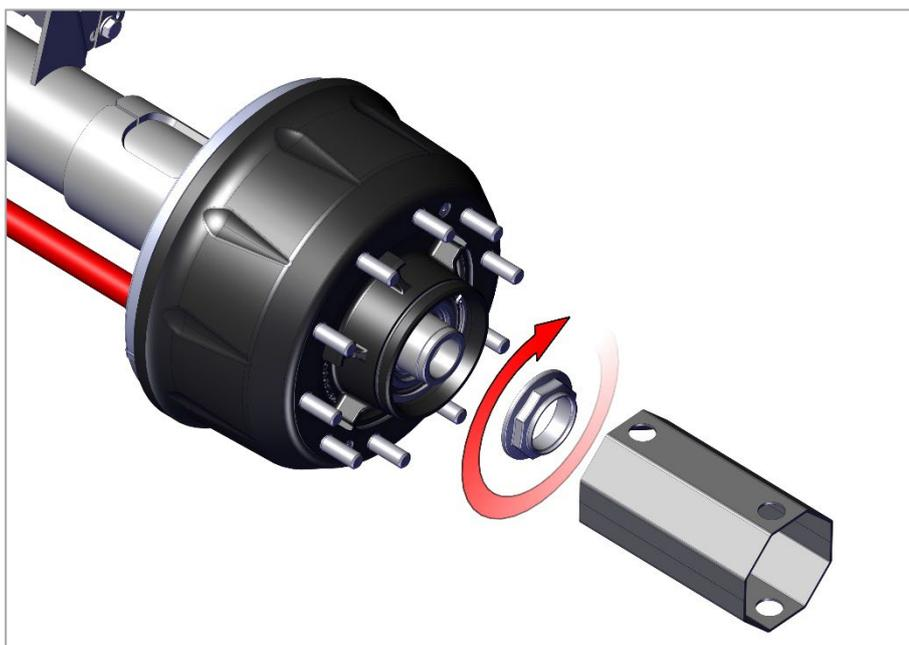

Рис. 17. Монтаж упорной шайбы и гайки подшипников ступицы.
2) Установите гайку подшипников ступицы (Рис. 17).